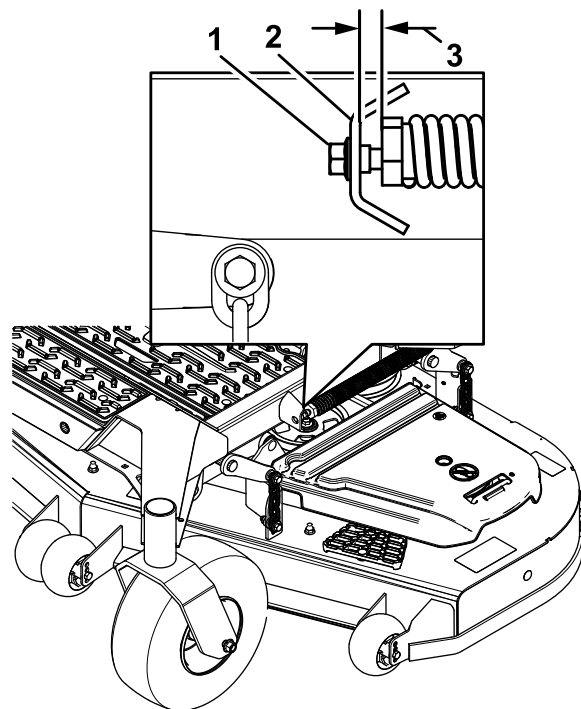

Figura 88
10. Allentate lentamente la vite di regolazione sulla molla di sollevamento assistito sinché non è possibile rimuovere la vite (Figura 88).